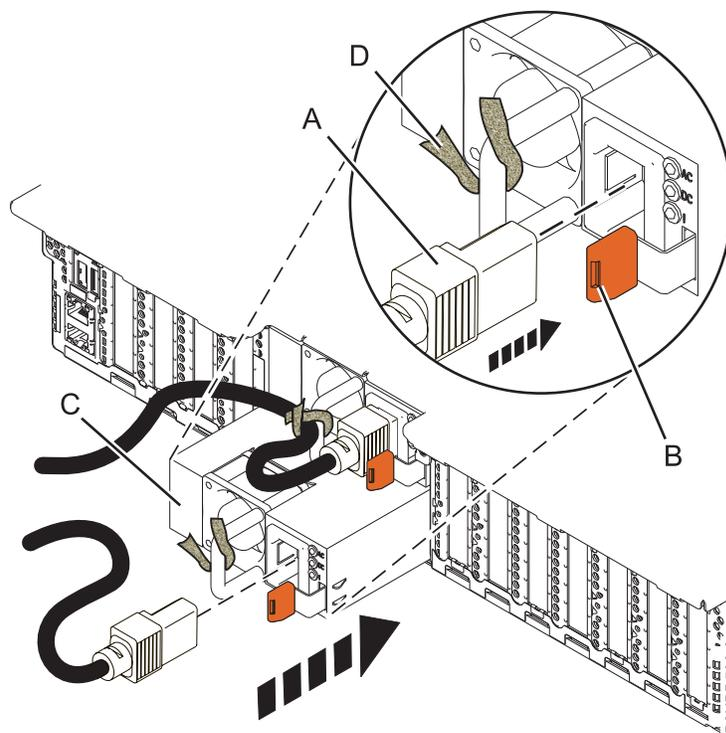

Figure 11. Remise en place d'un bloc d'alimentation dans le système
3. Alignez le bloc d'alimentation (C) avec la baie et faites-le glisser dans le système jusqu'à ce que le taquet terracotta (B) s'enclenche à sa place, comme illustré à la figure 11, à la page 14.
4. Connectez le cordon d'alimentation (A) au bloc d'alimentation (C), comme illustré à la figure 11.
5. Utilisez l'attache velcro (D) pour fixer le cordon d'alimentation sur la poignée du bloc d'alimentation, comme illustré à la figure 11.